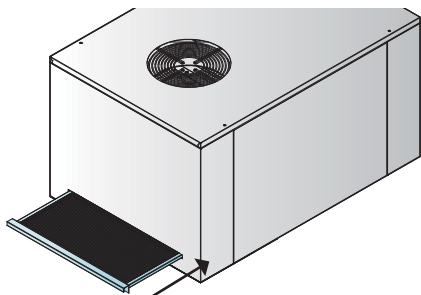

fig. 10
- Si la machine est équipée du Récupérateur Thermique avec pompe à chaleur nettoyer le filtre amovible (voir fig. 10).